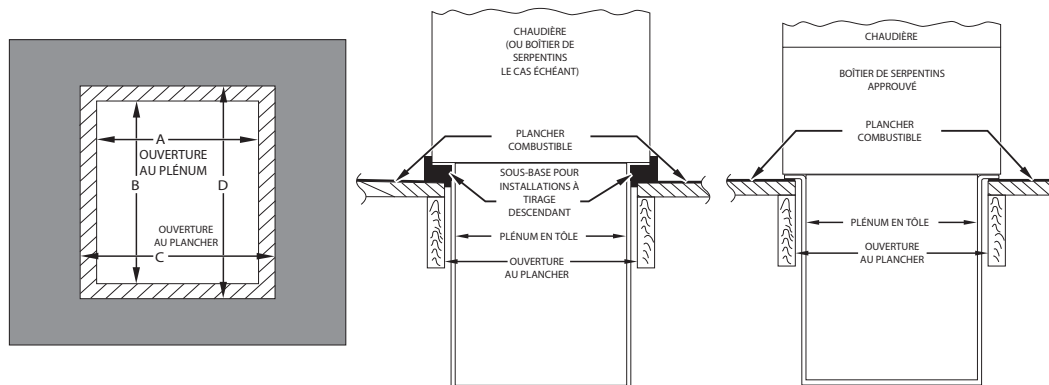

Fig. 24 – Installation sur revêtement de plancher combustible
2. Percez un trou dans le plancher conformément au Tableau 4 et à la Fig. 24.
3. Construisez un plénum selon les dimensions spécifiées au Tableau 4 et à la Fig. 24.
4. Installez un ensemble ou un boîtier de serpentin de base spécial conformément à la Fig. 24.